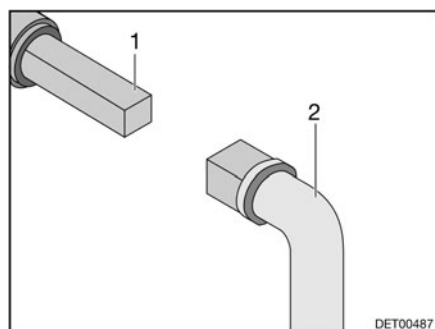

Fig. 201 Manejo del grifo para la eliminación de aguas residuales
- Insertar la llave (Fig. 201,2) en el cuadrado (Fig. 201,1).